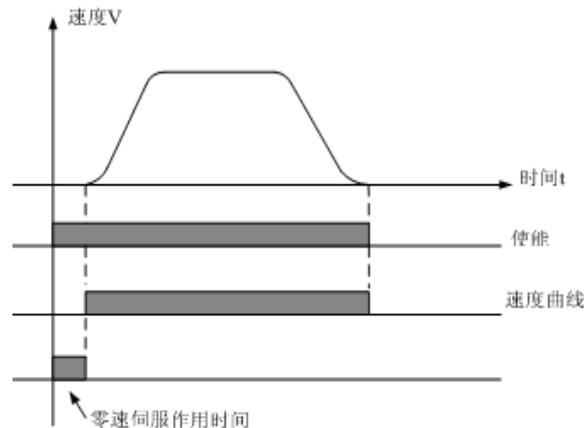

图 7.4 零伺服作用时间
**F226**——零伺服作用时间调整参数。所谓零伺服就是变频器在结束励磁到给出速度之间，输出一个零速保持力矩的阶段。该参数还决定了 F212、F213 和 F214 这三个零伺服 PID 参数的作用时间。零伺服作用时间如图 7.4 所示。